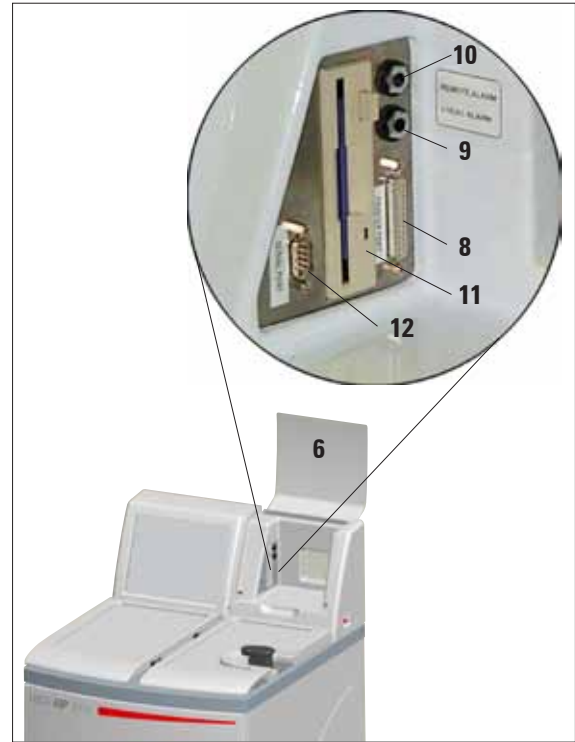

Fig. 8
- Levante a tampa de encaixe do console do aparelho (6).
- Conecte a impressora à saída para impressora (8) no console por meio de um cabo padrão Centronics (Fig. 8).
Se necessário, conecte a sistema de alarme local ou remoto às tomadas adequadas (34) (\varnothing 6,3 mm) usando o conector estéreo fornecido (9, 10 na Fig. 8).